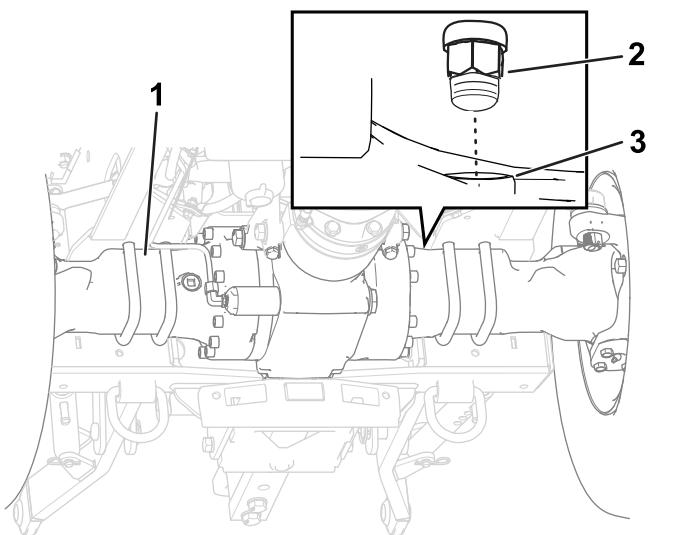

**Рисунок 103**
1. Очистите область вокруг сапунов чистящим растворителем (Рисунок 103 и Рисунок 104).
2. Снимите сапуны с переднего и заднего мостов (Рисунок 103 и Рисунок 104).
5. Установите сапуны на передний и задний мосты(Рисунок 103 и Рисунок 104).